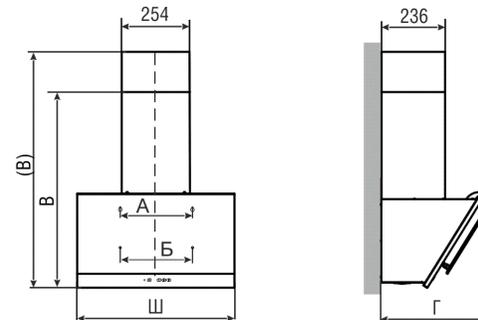

рис. 2
- вверните два самонарезающих винта  $6 \times 50$  мм (размер А, рис. 2);
- навесьте вытяжку через отверстия типа «замочная скважина» и дополнительно закрепите ее двумя самонарезающими винтами  $6 \times 50$  мм (размер Б, рис. 2);